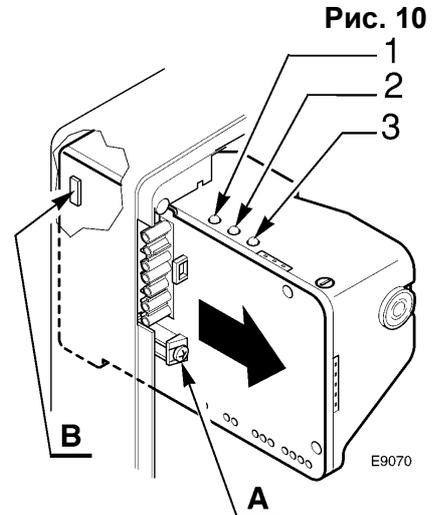

Рис. 10
- Для того чтобы снять с горелки автомат горения, ослабьте винт (А, рис. 10) и, отсоединив все компоненты, потяните в направлении стрелки 7-штырьковую вилку с проводом заземления. При установке на место завинтите винт (А) с моментом силы 1 – 1,2 Н*м.
- Если горелка устанавливается на генератор теплого воздуха, уберите на автомате горения переключку В (рис. 10).